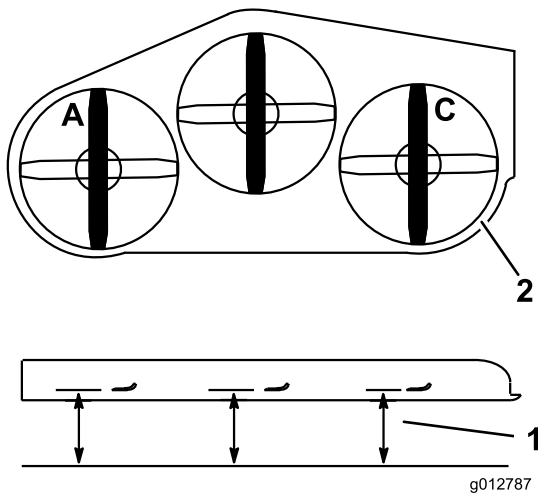

**Figura 85**
2. Meça a lâmina esquerda no local **A**, numa superfície nivelada à extremidade de corte da ponta da lâmina e registre esta medição (Figura 85).
3. Meça a lâmina esquerda no local **B**, numa superfície nivelada à extremidade de corte da ponta da lâmina e registre esta medição (Figura 85).
4. A lâmina do cortador deve estar de 6 a 10 mm abaixo na posição **A** do que na posição **B** (Figura 85). Caso isto não esteja correcto, proceda da seguinte forma.